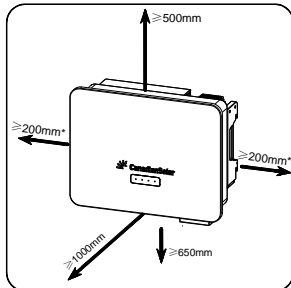

FIG 3-3 Espaço livre para instalação do inversor único
- 1) Garanta um amplo espaço ao redor do inversor para acomodar a dissipação de calor adequada, conforme mostrado na FIG 3-3. (Sob a premissa de garantir a instabilidade, a folga em ambos os lados do inversor pode ser reduzida para 200 mm, mas é recomendado ser $\geq 500\text{mm}$).